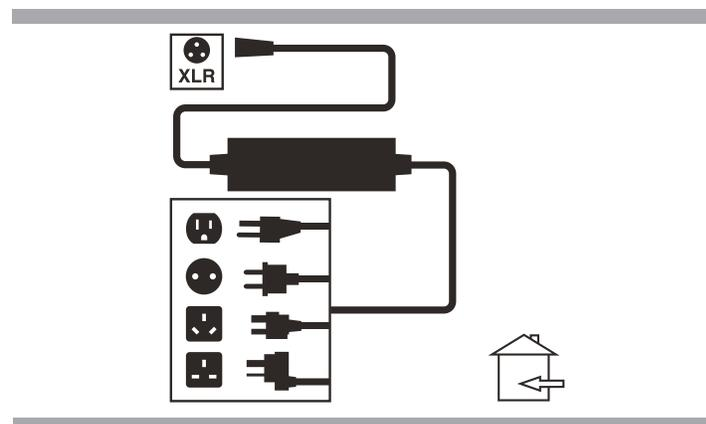

Figura 14. Caricamento della batteria
3. Collegare il caricatore esterno con la presa per caricabatterie esterno/programmazione sulla centralina. **Vedere figura 14.**